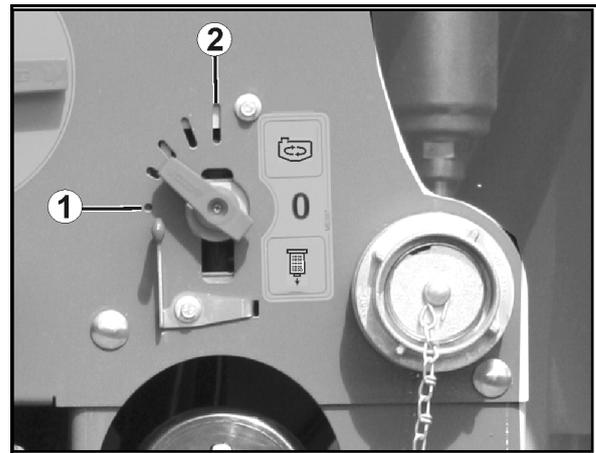

Fig. 37
- Position Fig. 37/1:
- Position Fig. 37/2: